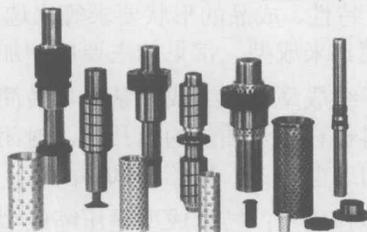

图 1-5 导向零件
- 导向零件：引导动模和推杆固定板运动，保证各运动零件之间相互位置的准确度的零件为导向零件，如导柱、导套等，如图 1-5 所示。